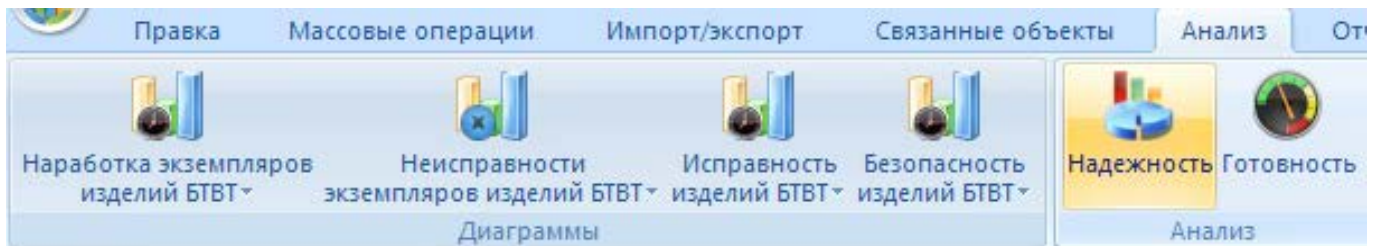

Рис. 29-12 – Кнопка «Надежность» для отображения колонок с показателями надежности
2) Для отображения рассчитанных показателей надежности для экземпляров ФИ используется ряд дополнительных столбцов. Для их включения необходимо нажать кнопку «Надежность» панели «Анализ» (рис. 29-12).